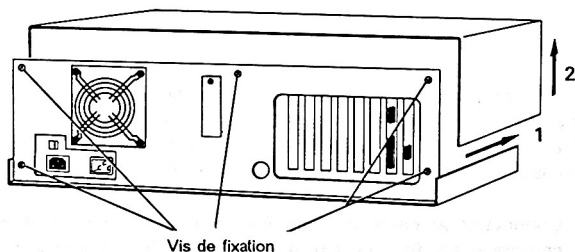

Figure 1
2. Enlevez le couvercle arrière; retirez les cinq vis de fixation du boîtier comme le montre la Figure 1; faites glisser doucement la partie supérieure du boîtier vers l'avant et levez-la.